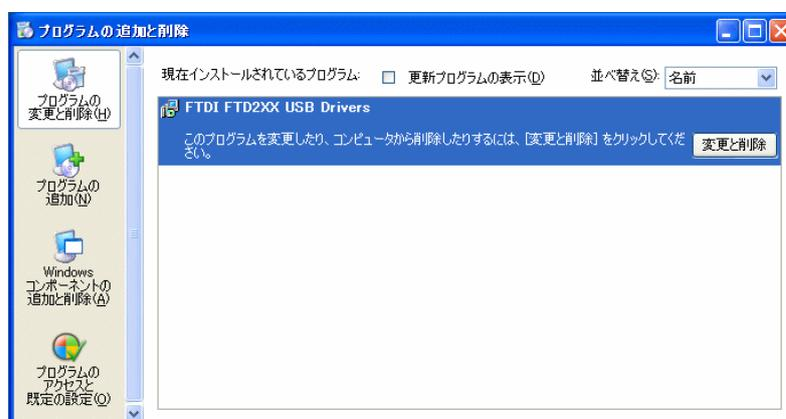

図 20 古いドライバのアンインストール
- 「コントロールパネル」から[アプリケーションの追加と削除]、または、[プログラムの追加と削除]を開きます。「FTDI FTD2XX USB Drivers」の項目を選択して削除してください(図 20)。